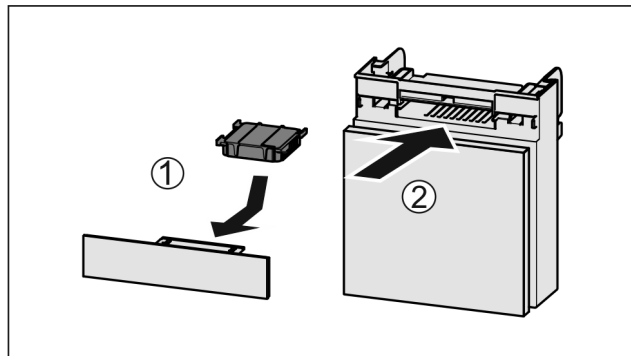

Fig. 104
- ▶ Установите фильтр с активированным углем, как показано на рисунке Fig. 104 (1).
- ▶ Вставьте отделение Fig. 104 (2).